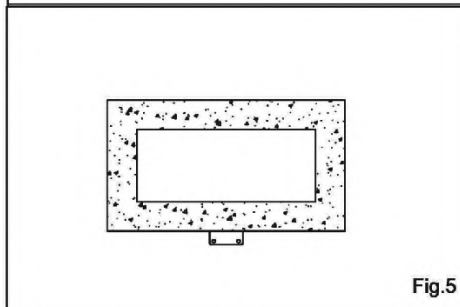

Fig.5
- Marcați poziția celor două găuri inferioare - vezi Fig. 5, scoateți încălzitorul asigurându-vă că suportul de fixare inferior este rotit în sus.